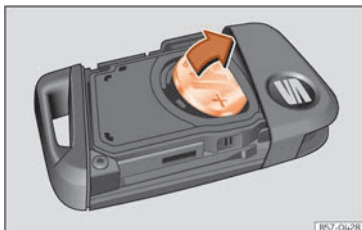

Abb. 50 Fahrzeugschlüssel: Batterie herausnehmen.
- Hebeln Sie die Batterie aus dem Batteriefach ab »» [Abb. 50].
- Drücken Sie eine neue Batterie in das Batteriefach ein »» ①.